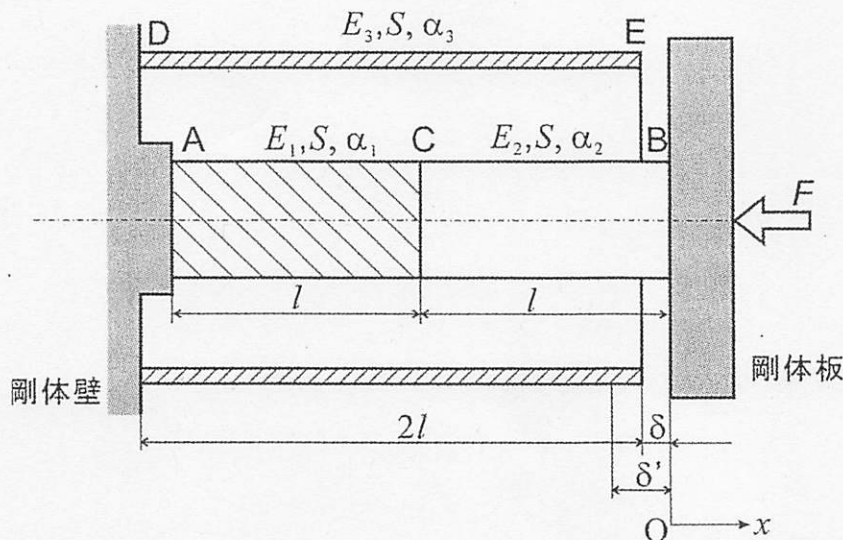
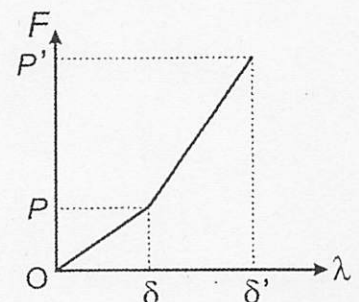

図1-1
図1-2
図 1-1 に示すように二種類の材料から構成される中実丸棒と円筒が、中心軸が一致するように、剛体壁に固定されている。中実丸棒の先端には剛体板が接合されている。中実丸棒の先端が円筒の縁から δ だけとび出している。AC 部および CB 部のヤング率、線膨張係数はそれぞれ E_1, α_1 および E_2, α_2 であり、円筒のヤング率、線膨張係数は E_3, α_3 である。中実丸棒および円筒の断面は長手方向である x 軸方向で一様で、断面積はともに S である。与えられた記号のみを用いて、以下の問いに答えなさい。解答は答案用紙の右側欄の所定の場所に記入し、左側空欄に導出過程を記述すること。
- (1) 図 1-1 のように剛体板に集中外力 F を作用させ、図 1-2 に示すように中実丸棒に縮み λ を与えた。中実丸棒を δ だけ圧縮させるのに必要な集中外力の大きさ P を求めなさい。
- (2) (1) から、さらに中実丸棒を圧縮させたとき、中実丸棒を δ' だけ圧縮させるのに必要な集中外力の大きさ P' を求めなさい。
- (3) 円筒と剛体板が接している状態で、円筒と剛体板を接合し、集中外力 F を取り除いた。このときの中実丸棒の先端 B の位置 x を、図 1-1 のように初期状態の位置を x 軸の原点とした座標系で示しなさい。
- (4) 円筒と剛体板を接合させ、集中外力 F を取り除いた状態で、全体の温度を ΔT だけ上昇させた。このとき中実丸棒の AC 部の断面に生じている応力 σ_{AC} を求めなさい。